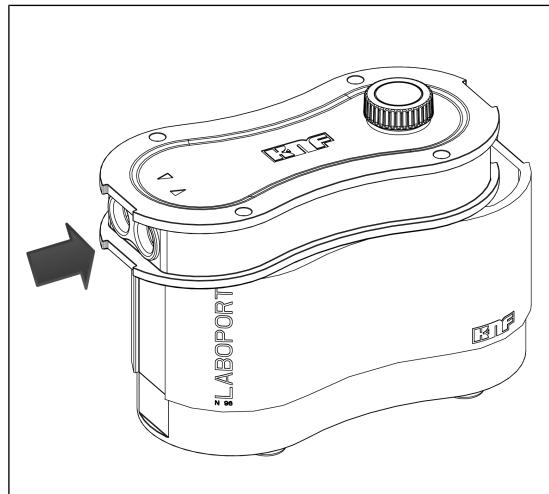

Fig.13: Glissement du couvercle du carter sur les raccords de gaz (fermer la pompe)
2. Faites glisser le couvercle du carter (2) sur les raccords de gaz jusqu'à ce que la géométrie du couvercle du carter (2) coïncide avec celle du carter de la pompe (3) (voir Fig. 13).